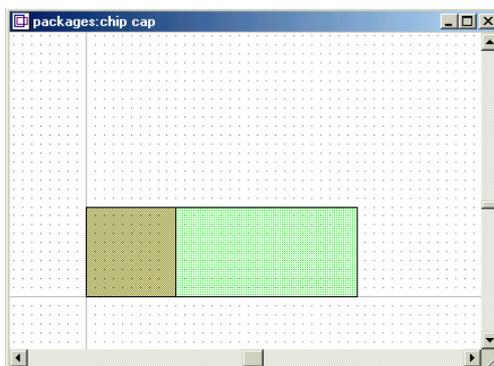

Рис. 4.18. Добавление формы на другом слое
14. Нажмите **Tab** снова и введите «20» и «-10» в поля **dx** и **dy** соответственно. Топология будет соответствовать рис. 4.18.